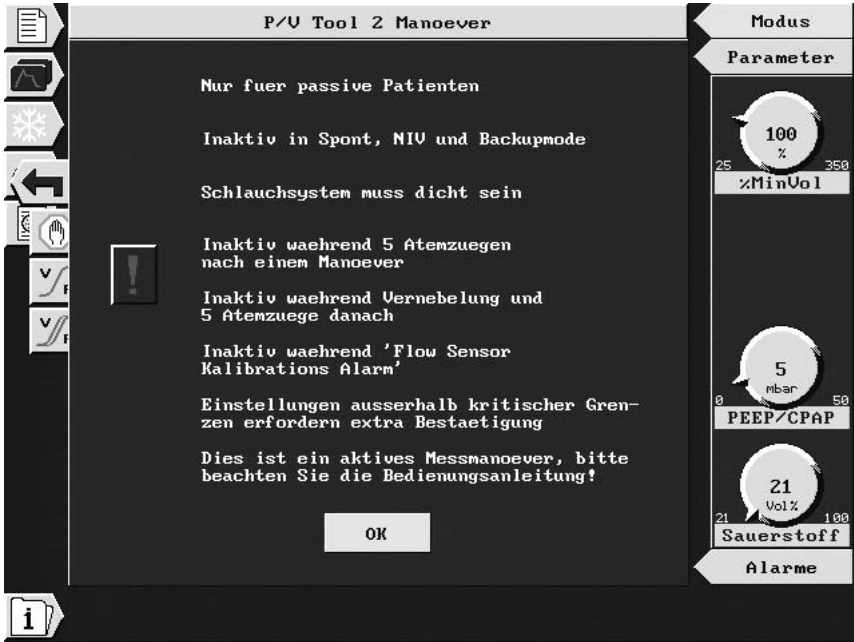

Abbildung 7-5. Informationsfenster für das P/V Tool 2
1. Wählen Sie im Monitoring-Menü das Symbol Atemmechanik. Im Menü Atemmechanik wählen und aktivieren Sie das Symbol P/V Tool 2. Das Informationsfenster für das P/V Tool 2 öffnet sich (Abbildung 7-5). Lesen Sie die Informationen sorgfältig durch.